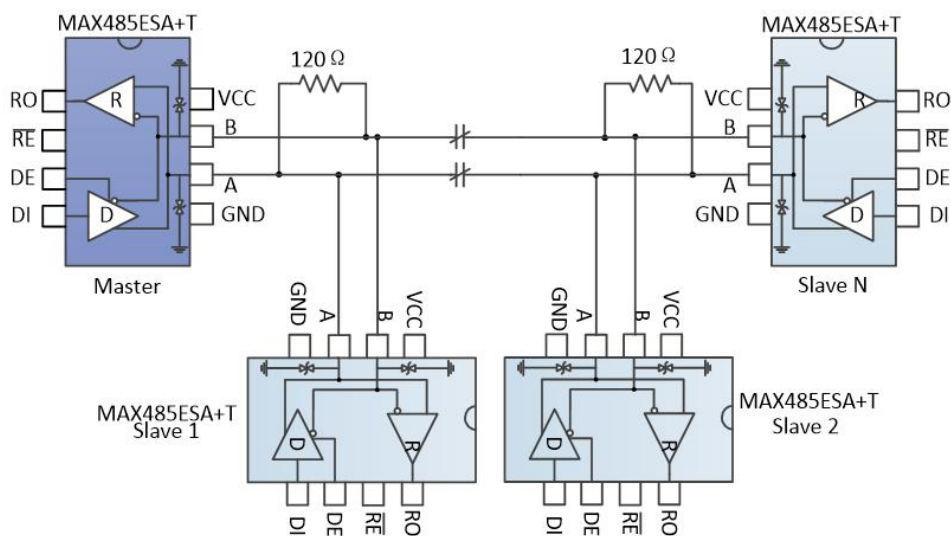

图 9 总线式 RS485 半双工通讯网络
4.1 总线式组网：MAX485ESA+T RS485 收发器设计用于多点总线传输线上的双向数据通信。图 9 显示了典型网络应用电路。这些器件也能用作电缆长于 4000 英尺的线性转发器，为减小反射，应当在传输线两端以其特性阻抗进行终端匹配，主干线以外的分支连线长度应尽可能短。